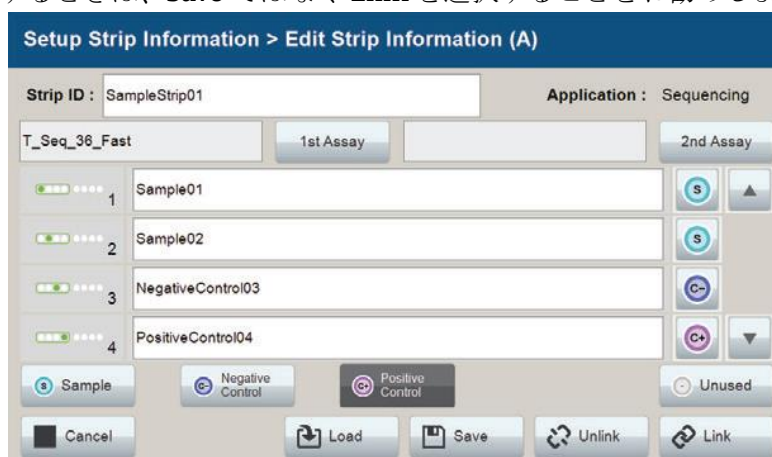

図 91 設定完了時の Edit Strip Information 画面
- ストリップのすべての情報の入力と確認が終わったら、Edit Strip Information 画面の右下隅にある **Link** を選択します。（図 91）
ストリップ情報を保存して今後のランに使用する場合は、Edit Strip Information 画面の下部にある **Save** を選択して情報を保存します。（図 91）